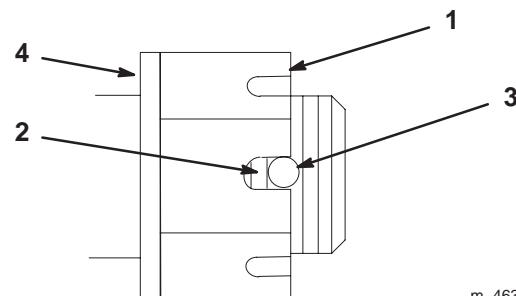

Figure 44
4. Serrez le boulon crénelé à 170 Nm (125 pieds-livre) (Fig. 44).
5. Mesurez l'espace entre la base de la fente de l'écrou et le bord intérieur du trou. On ne doit pas voir plus de deux filets (Fig. 44).
6. Si plus de deux filets sont visibles, enlevez l'écrou et placez une rondelle entre le moyeu et l'écrou (Fig. 44).
7. Serrez le boulon crénelé à 170 Nm (125 pieds-livre) (Fig. 44).
8. Serrez l'écrou jusqu'à ce que le jeu de fentes suivant soit en face du trou de l'axe (Fig. 44).